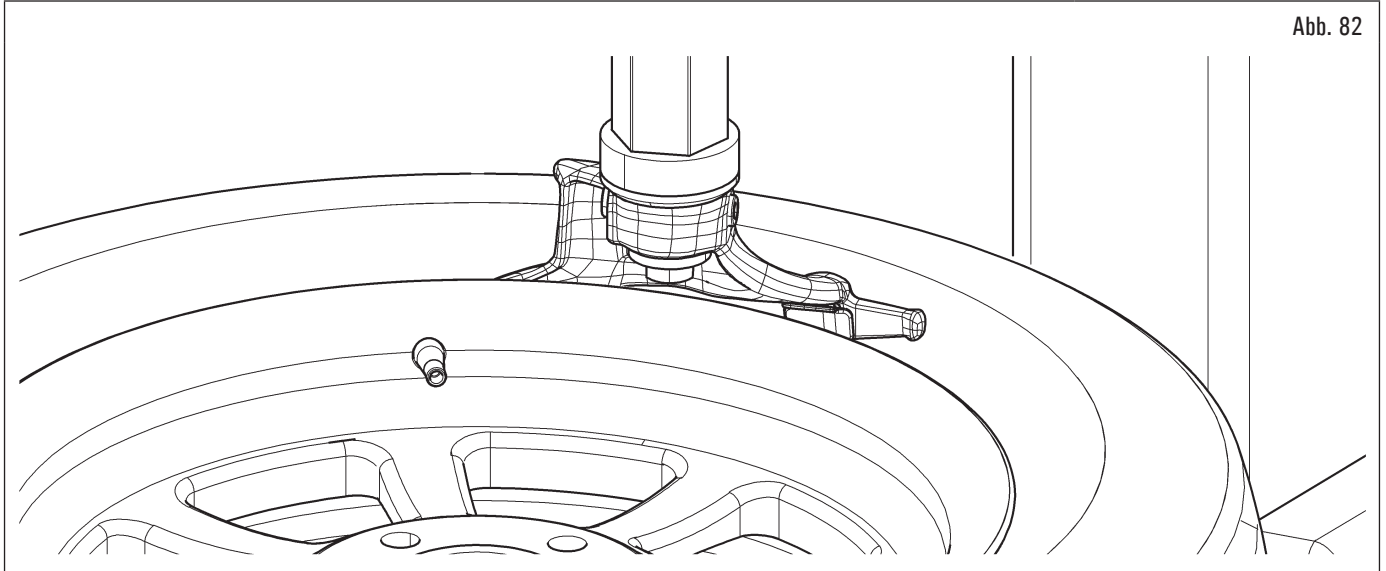

Abb. 82
2. drehen Sie die Spindel, um das Ventil unmittelbar links vom Werkzeugkopf auf „11 Uhr“ zu bringen (Abb. 82);